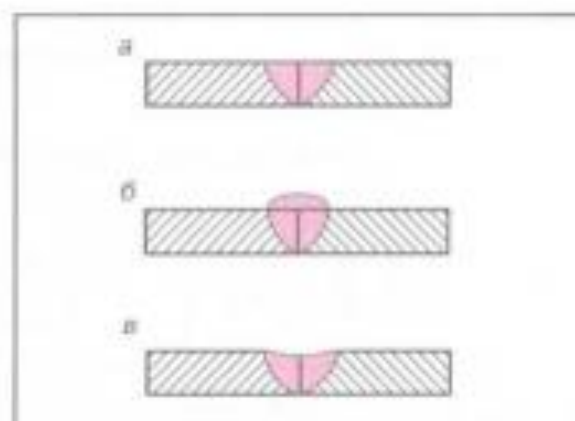

Рис. 22
6. По форме наружной поверхности (рис. 22) сварные швы бывают: плоские (а), выпуклые (б) и вогнутые (в).